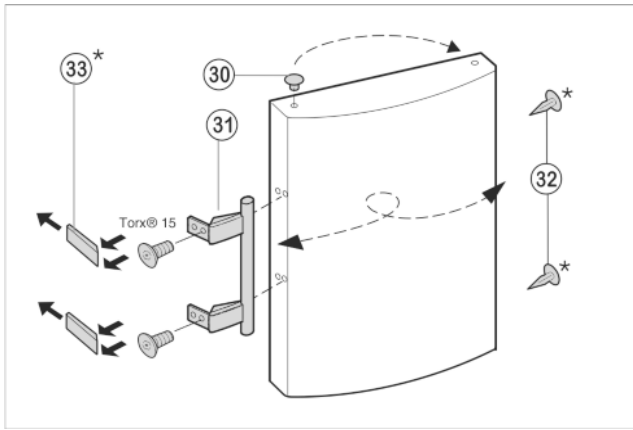

Fig. 9
- ▶ Stopfen Fig. 9 (30) aus der Tür Lagerbuchse herausheben und umsetzen.
- ▶ Türgriff Fig. 9 (31), Stopfen Fig. 9 (32) und Druckplatten Fig. 9 (33) abmontieren und auf die Gegenseite umsetzen.